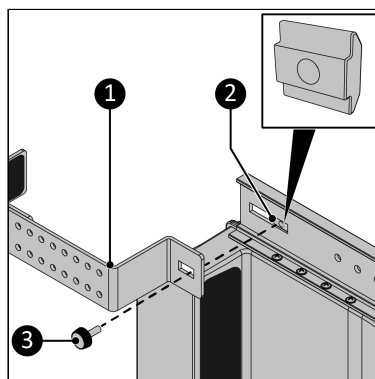

Figure 166.
7. Vissez le support (Figure 166, pos. 1) au rail principal situé à l'avant au moyen de la vis à bouton (Figure 166, pos. 3). Veillez à raccorder la vis à bouton à l'écrou coulissant (Figure 166, pos. 2).